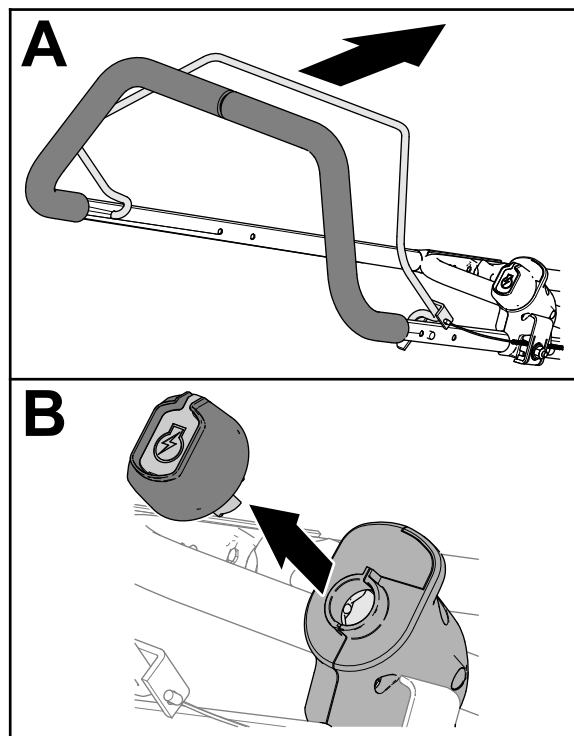

Figuur 16
1. Zet de sleutel voor elektrische start in de elektrische startschakelaar (Figuur 16).
2. Grijp de duwboom en de dodemanshendel, druk de dodemanshendel tegen de duwboom (Figuur 16).